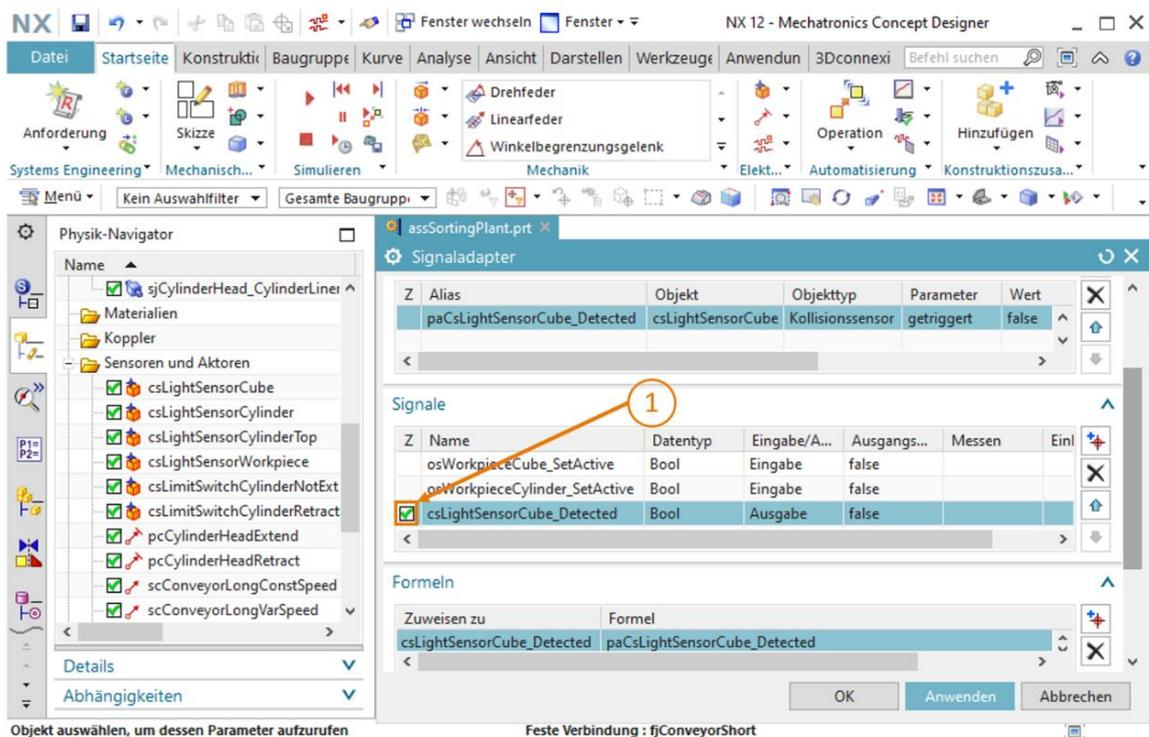

Abbildung 9: Erstellen eines Ausgabe-Signals für einen Lichttaster
- Erzeugen Sie für den Parameter "**getriggert**" des Kollisionssensors "**csLightSensorCube**" einen neuen Parameter mit dem Alias-Namen "**paCsLightSensorCube\_Detected**" im Signaladapter. Für das zugehörige Signal geben Sie ein **boolesches** Signal mit dem Namen "**csLightSensorCube\_Detected**" an. Dieses Signal muss jedoch als "**Ausgabe**" definiert werden, da der Parameter "**paCsLightSensorCube\_Detected**" in der Spalte "**Lesen/Schreiben**" den Wert "**R**" aufzeigt, was bedeutet, dass er gelesen werden muss. Weisen Sie dem Signal einen Ausgangswert von "**false**" zu. Setzen Sie hier das Häkchen  vor dem Signal, wie in Abbildung 9, Schritt 1 dargestellt, um dem Ausgabesignal eine Formel zuweisen zu können. Nutzen Sie für das Signal "**csLightSensorCube\_Detected**" als Formel die direkte Zuweisung des Parameters "**paCsLightSensorCube\_Detected**".